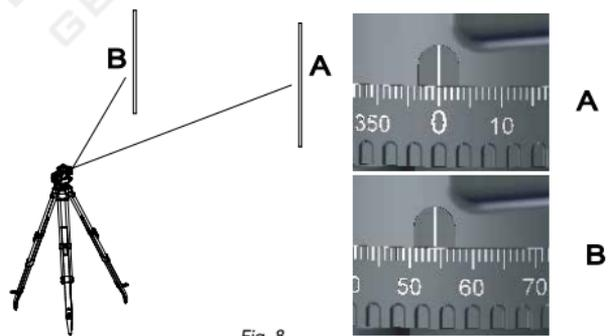

Fig. 8
- Dirigez l'instrument vers la mire A et tournez le cercle horizontal sur "0" (fig. 8)